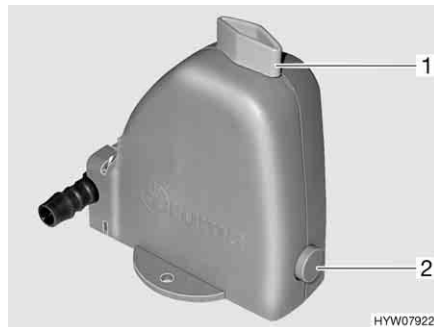

Fig. 182 Valvola di sicurezza/di scarico del boiler
Il boiler è dotato di una valvola di sicurezza/di scarico (Fig. 182). La valvola di sicurezza/di scarico impedisce che l'acqua congeli nel boiler in presenza di basse temperature esterne, quando il riscaldamento dell'autocaravan non è acceso.
- Chiudere la valvola di sicurezza/di scarico. A tal fine ruotare la manopola (Fig. 182,1) verticalmente rispetto alla valvola di sicurezza/di scarico e premere verso l'interno il bottone automatico (Fig. 182,2).
- Aprire la valvola di sicurezza/di scarico. A tal fine ruotare la manopola (Fig. 182,1) nel senso della lunghezza della valvola di sicurezza/di scarico. Il bottone automatico (Fig. 182,2) scatta all'infuori. Il boiler viene svuotato verso l'esterno tramite la valvola di sicurezza/di scarico.